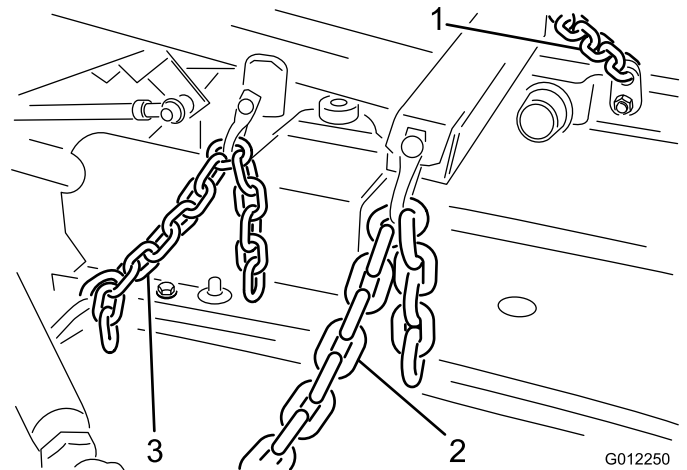

Figura 12
1. Conecte las cadenas de elevación al brazo de elevación y las pletinas de enganche de las cadenas de la unidad de corte con 6 grilletes, pasadores (3/8 x (1-1/2 pulgadas) y chavetas (1/8 x 3/4 pulgada) (Figura 12).
2. Conecte los extremos del muelle tensor entre el cuarto eslabón de la cadena trasera y el ojo de la chaveta que sujeta en su lugar el pasador del cilindro (Figura 12).